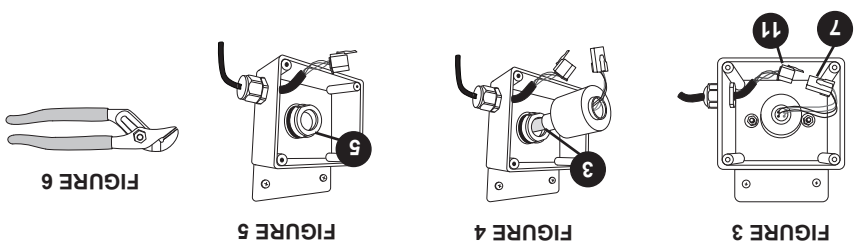

FIGURE 8
20. Une fois l'énergie rétablie, vous pouvez inspecter le ballast (12), Figure 8, afin de vérifier que le Système CLEARRAY fonctionne. Le voyant vert indique l'entrée de l'alimentation électrique et le voyant rouge indique que le système fonctionne correctement.